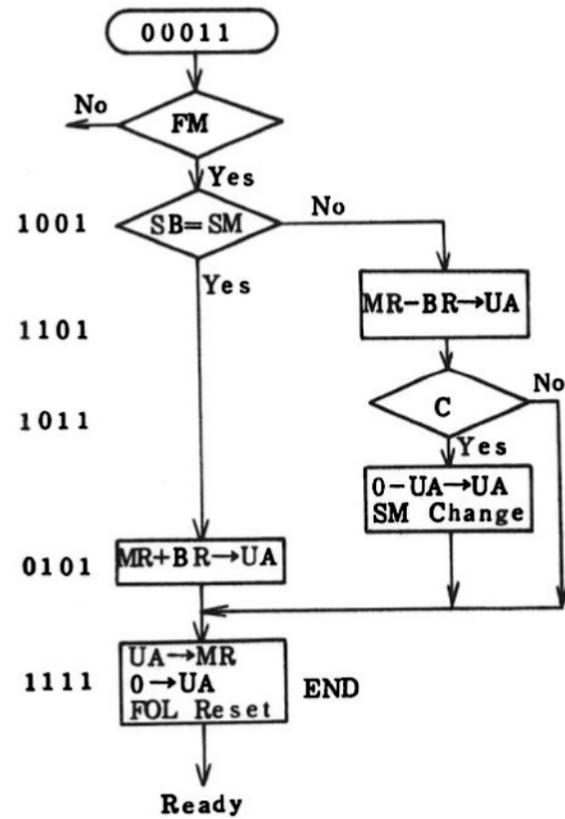

Fig. 5-6 Flow Chart of Memory Addition & Subtraction
4.3-3 Speicheraddition und Subtraktion (Fig. 5-6)